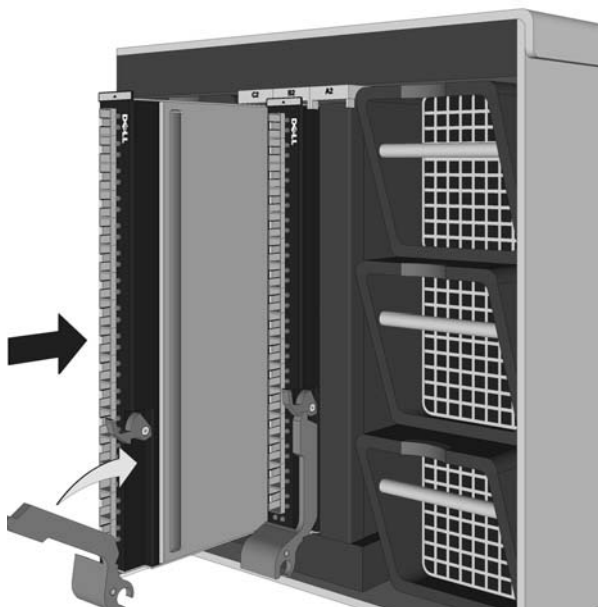

Рис. 1-2. Установка модуля ретрансляции
- 5 Поверните фиксирующий рычажок вверх, чтобы он встал заподлицо с передней панелью, а защелка зафиксировала верхнюю часть рычажка, как показано на рис. 1-2 «Установка модуля ретрансляции».